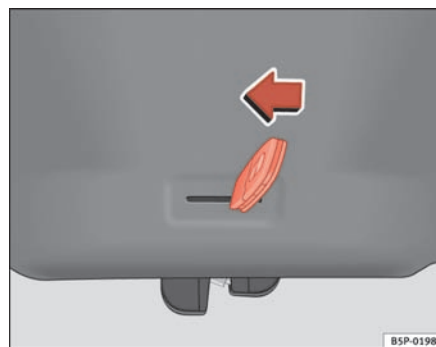

Fig. 68 Portón trasero: apertura de emergencia
- Introduzca el espadín de la llave en la ranura y desbloquee el sistema de cierre, dirigiendo la llave de derecha a izquierda, tal como indica la flecha ⇒ **fig. 68.** ■